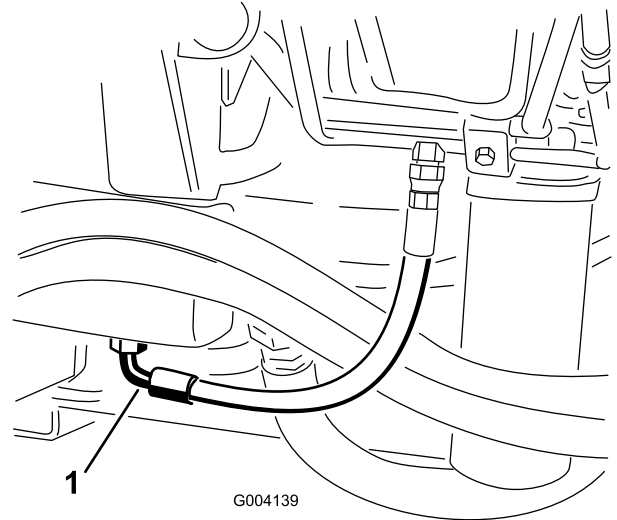

图59
2. 在液压油箱底部安装的接头下面放置一个大放油盘（图 59）。